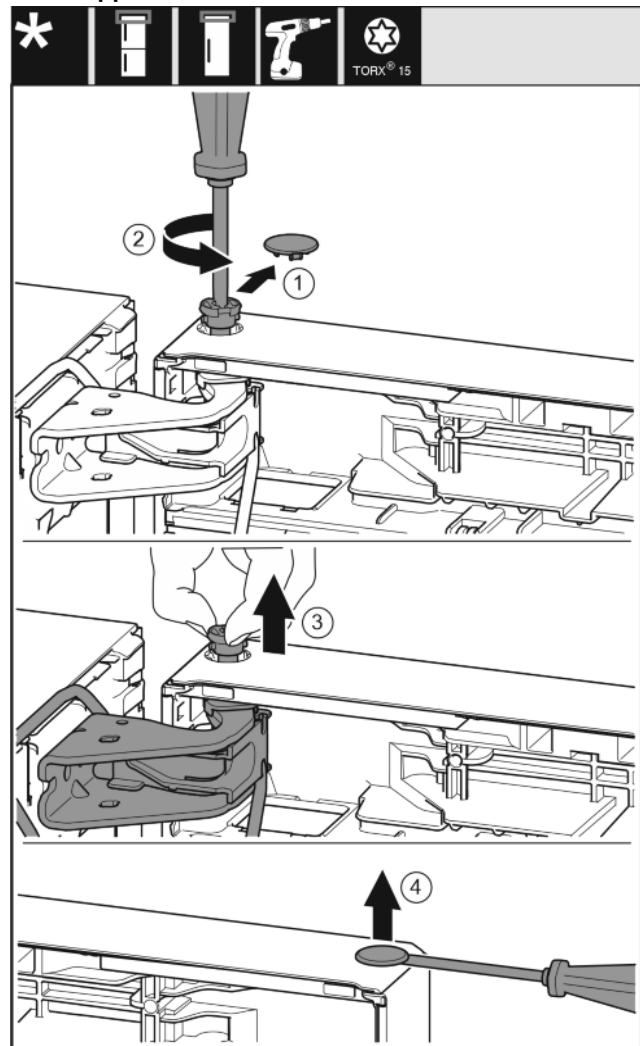

Fig. 18
- ▶ Veiligheidsafdekking voorzichtig eraf trekken. *Fig. 18 (1)*
- ▶ Bout met schroevendraaier T15 een stukje eruit draaien. *Fig. 18 (2)*
- ▶ De deur vasthouden en de bout met de vingers eruit trekken. *Fig. 18 (3)*
- ▶ Stop voorzichtig met een sleufschroevendraaier uit de lagerbus van de deur optillen en eruit trekken. *Fig. 18 (4)*